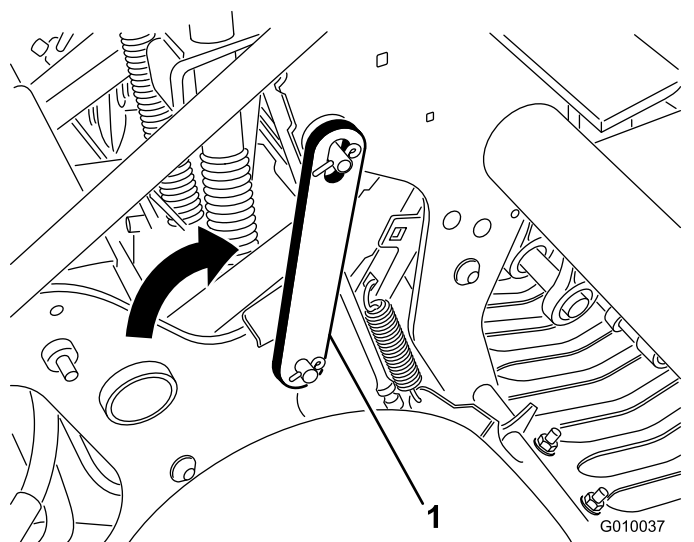

Рисунок 21
4. Поверните предохранительный фиксатор назад и наденьте его на палец вала аэратора (Рисунок 21). Закрепите фиксатор с помощью стопорного кольца.